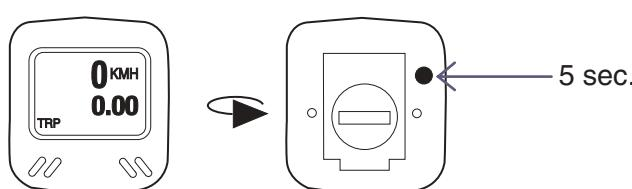

Fig. 5
2. Tenere premuto per 5 secondi il tasto giacente sul retro del dispositivo. Fig.5.
2. Hold the button on the back of the device pressed for five seconds. Fig.5.
2. 5 Sekunden lang die Taste auf der Rückseite des Geräts drücken. Siehe Abb. 5.
2. Appuyer durant 5 secondes sur la touche située à l'arrière du dispositif. Fig.5.